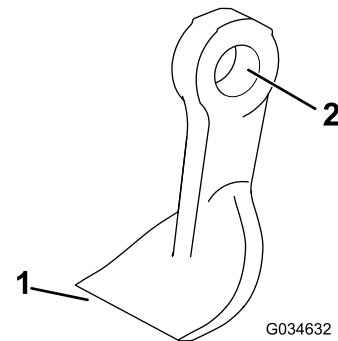

Figura 75
- Inspeccione cada cuchilla en busca de daños, prestando especial atención a las fijaciones, el filo de corte y el orificio de sujeción (Figura 75). Sustituya cualquier cuchilla o fijación que esté dañada.